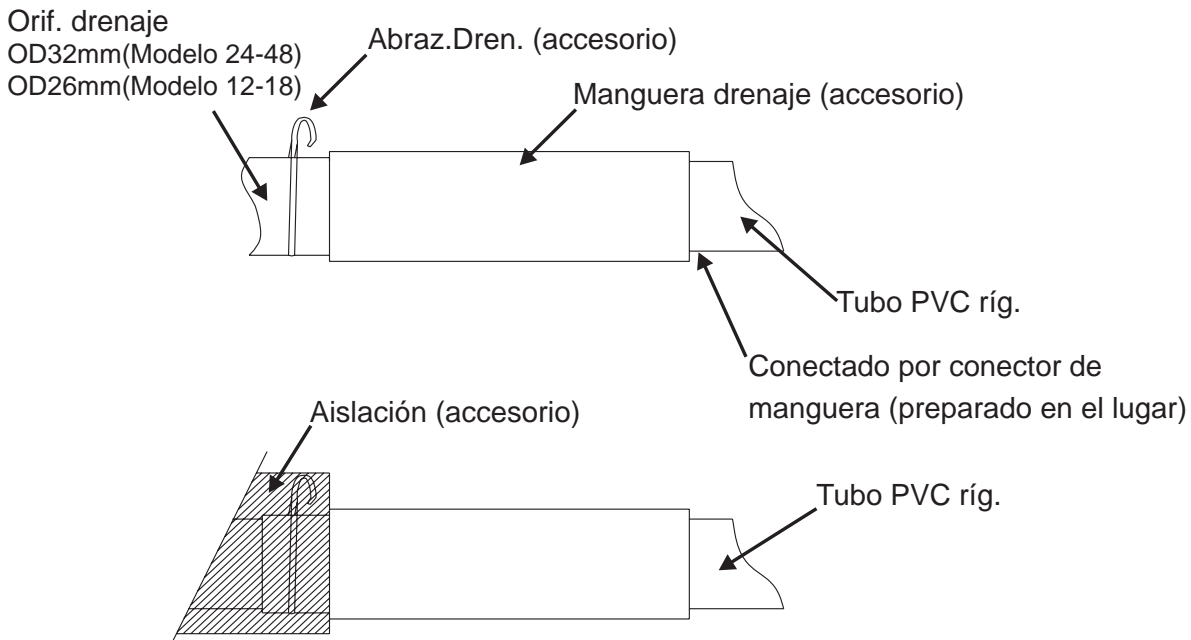

Fig.10
3. Inserte la manguera de drenaje hasta conectar correctamente a la abertura de drenaje, y luego fíjela firmemente con la abrazadera (preparado en el lugar).(Fig. 10).
4. Después de verificar el drenaje, envuelva la manguera con la aislación y abrazaderas (preparado en el lugar). (Fig.10)